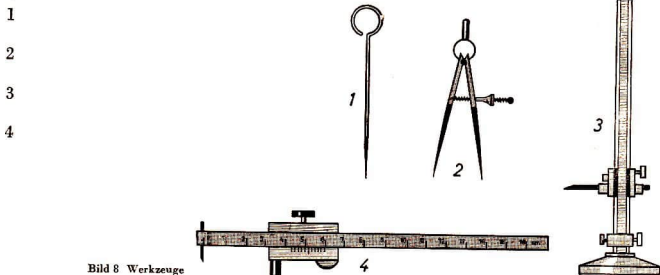

Bild 8 Werkzeuge
4. Benenne die abgebildeten Werkzeuge und Hilfsmittel (Bild 8 und 14)!